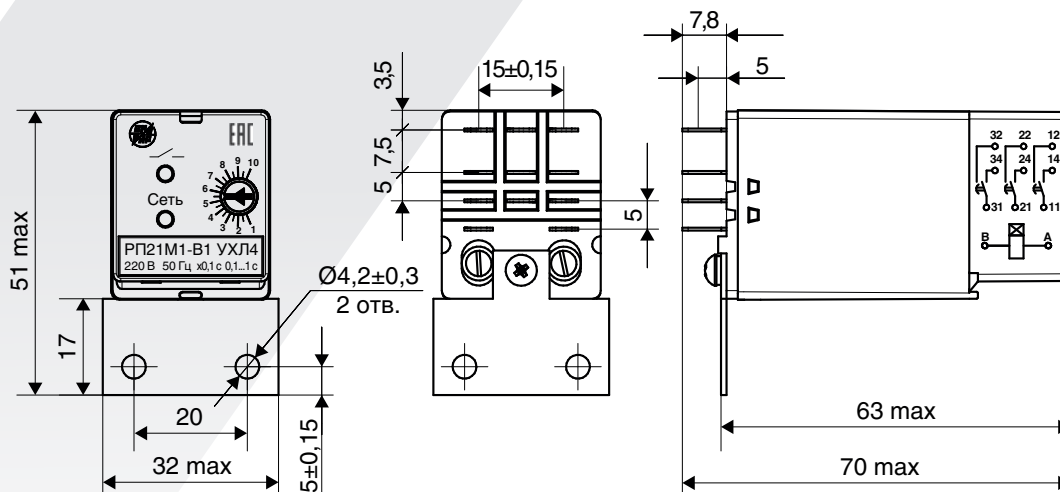

Рисунок 1
Реле времени содержит (рис. 1) электромагнитное реле РП21М (поз. 1) и полупроводниковую приставку времени (поз. 2). Регулировка выдержки времени осуществляется с помощью ручки (поз. 3) на лицевой панели.
- без розетки – крепление на панели при помощи двух винтов М4, с ламелями под пайку для заднего присоединения (рис. 1);